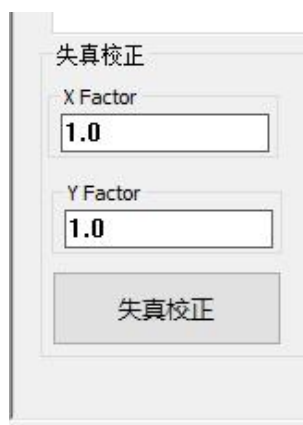

图 3
3. 点击“失真校正”打出图形用直尺测量 XY 是否水平如直线变形调节失真校正 XY 数值最大值为 1.125、最小值为 0.875，如图 3